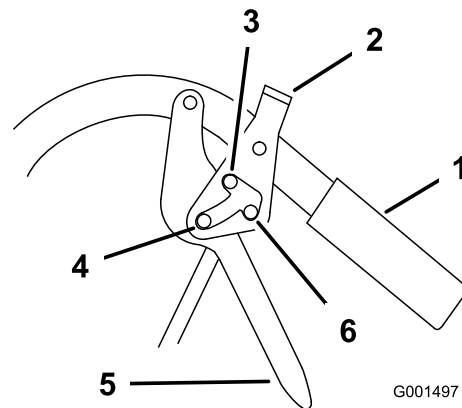

Figure 7
1. Serrez les leviers de déplacement (Figure 7).
2. Placez les pouces sur la partie supérieure des verrous et poussez-les en avant en position **stationnement** (Figure 7).
1. Serrez les leviers de déplacement en arrière (Figure 7).
2. Placez les pouces sur la partie supérieure des verrous et ramenez-les en arrière en position déplacement (Figure 7).
2. Placez les pouces sur la partie supérieure des verrous et ramenez-les en arrière en position point mort verrouillé (Figure 7).
2. Placez les pouces sur la partie supérieure des verrous et poussez-les en avant en position déplacement (Figure 7).